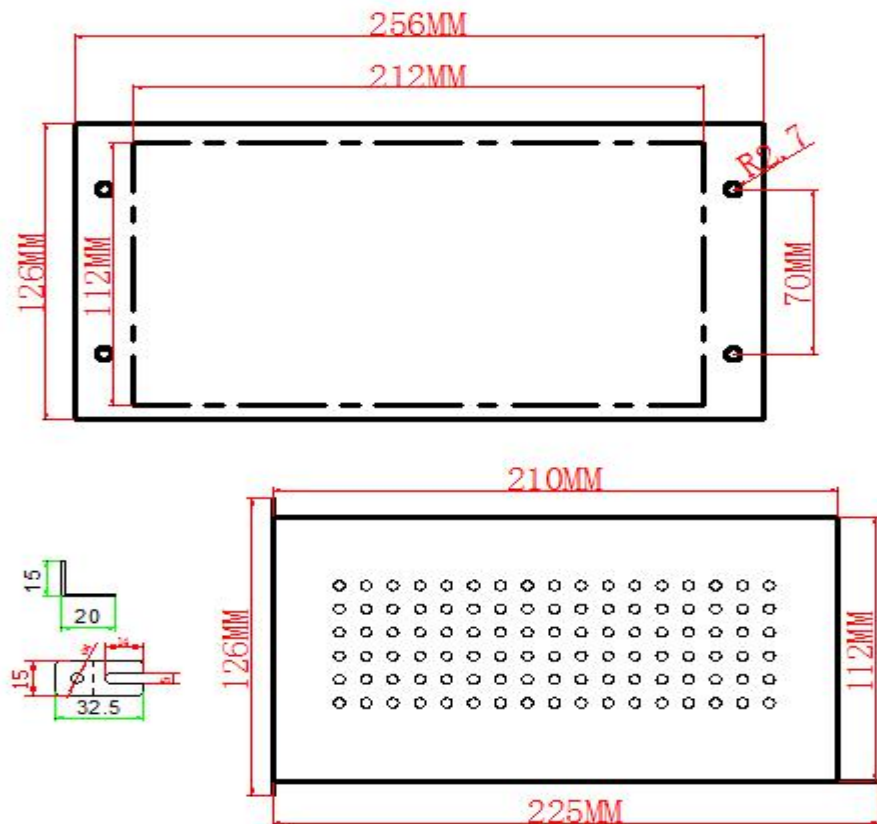

图 3 装置外形及开孔图
1. 外形尺寸: 详见图 3
2. 开孔尺寸: (长) 215mm×(高) 115 mm 详见图 3